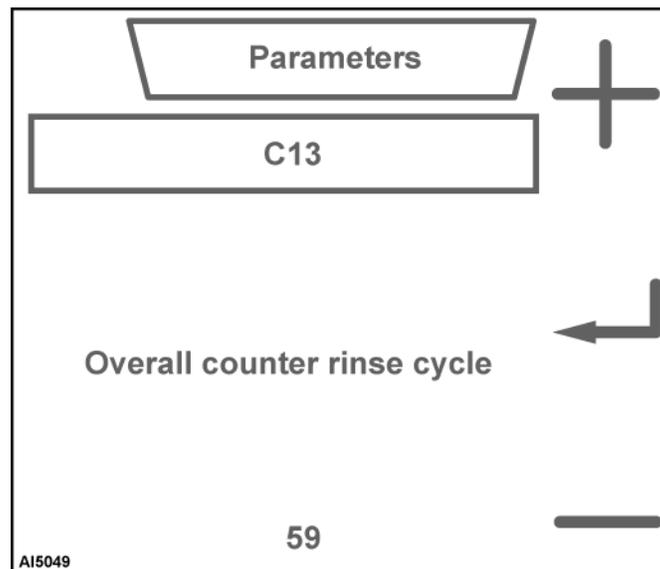
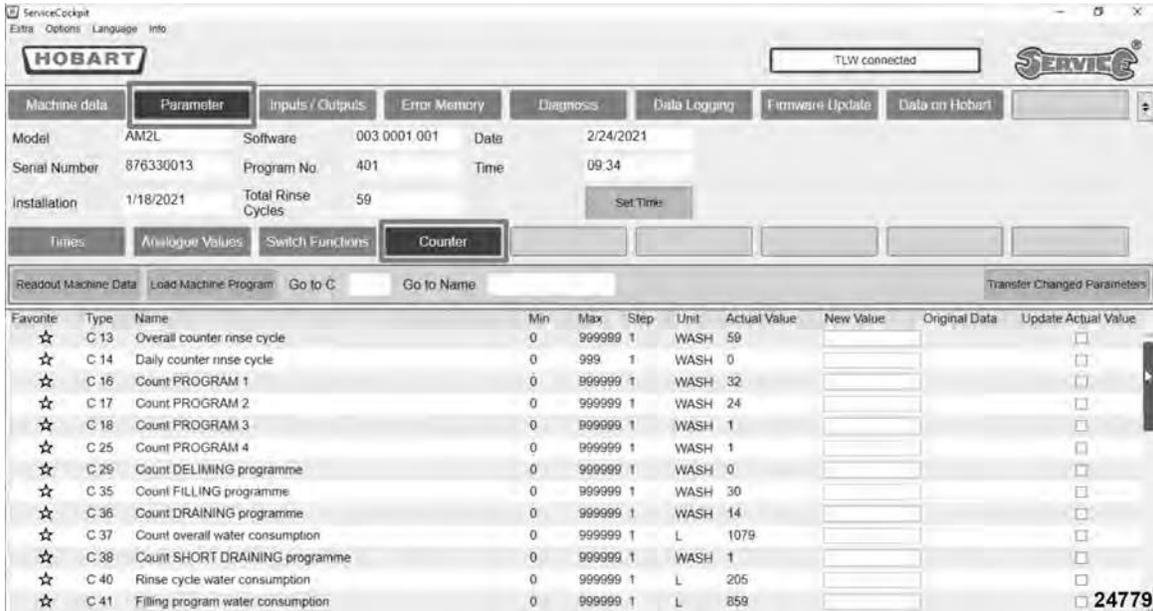

Fig. 44
Fig. 45
**NOTA:** Estos parámetros son de referencia para la programación del equipo (Fig. 44) o para el uso de la cabina de servicio. (Fig. 45).